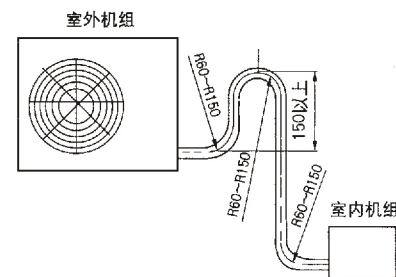

图7
(2) 室内、外机高度差必须小于5米。
(3) 当室外机比室内机高时，必须将铜管弯制“回油弯”如图7。
(4) 请将带波纹一端的连接管安装在室内侧。